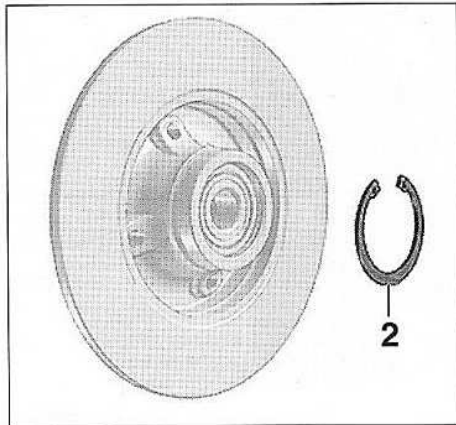

FIG.40
- Extraire la cible du capteur de roue (1).
- Déposer le circlip (2) (Fig.40).